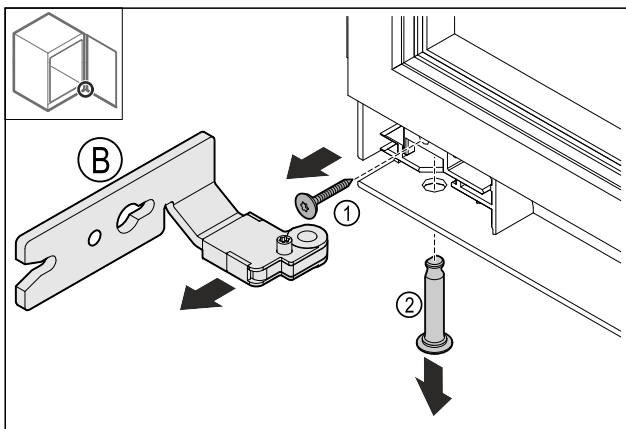

Fig. 17
- Schraube Fig. 17 (1) entfernen.
- Bolzen Fig. 17 (2) entfernen.
- Scharnier Fig. 17 (B) entfernen.